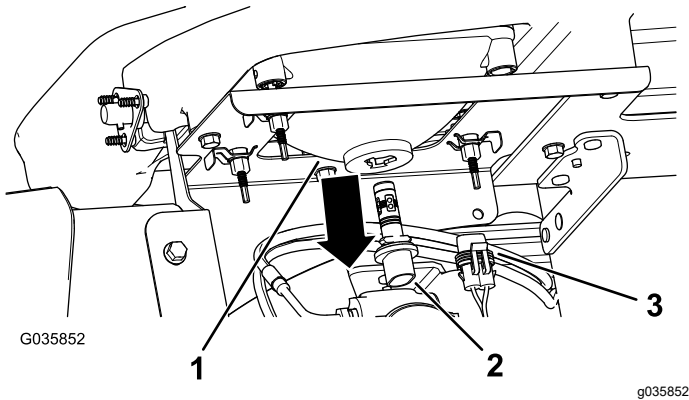

Figura 44
- Desconecte el conector eléctrico del arnés de cables del conector de la lámpara, en la parte trasera de la carcasa del faro (Figura 44).
- Retire el conjunto de la lámpara girándola $\frac{1}{4}$ de vuelta en sentido antihorario y desplazándola hacia atrás (Figura 44).
- Instale el conjunto de lámpara nueva y la carcasa del faro y alinee las pestañas del conjunto de la lámpara con las ranuras de la carcasa del faro (Figura 44).
- Sujete el conjunto de la lámpara girándola $\frac{1}{4}$ de vuelta en sentido antihorario (Figura 44).
- Conecte el conector eléctrico del arnés de cables al conector del conjunto de la lámpara nueva (Figura 44).